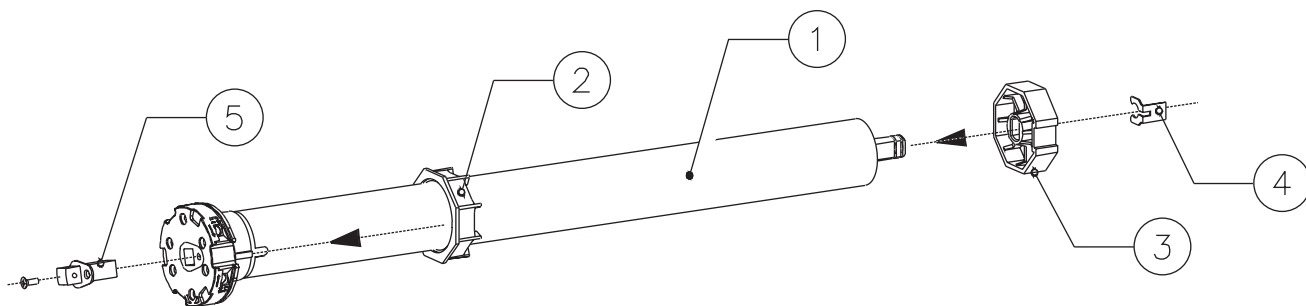
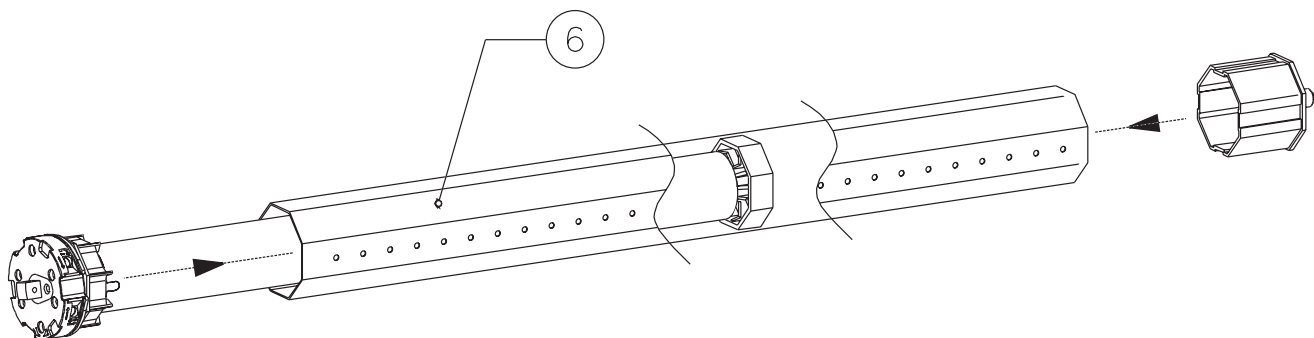
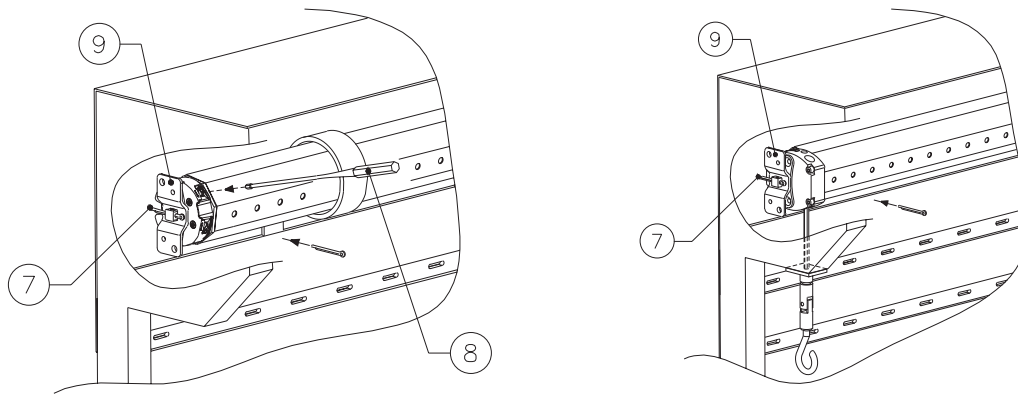
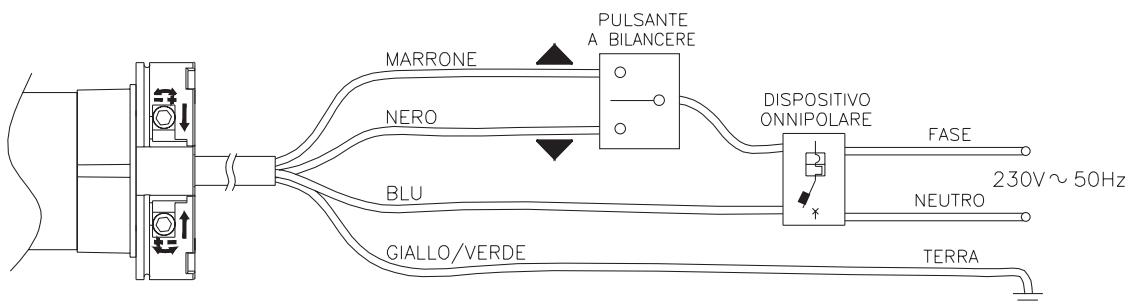

Fig.1
Fig.2
Fig.3
Fig.5
Facendo riferimento allo schema di montaggio, preparare il motoriduttore con la seguente sequenza di operazioni: **A**) Infilare la corona del fincorsa (2) sul motoriduttore (1) fino ad inserirsi nel corrispondente anello di fincorsa facendo combaciare le due scanalature; spingere fino alla battuta come indicato nella fig. 1. Inserire la puleggia di trascinamento (3) sull'albero del motore e bloccarla con relativo fermo (4). Applicare l'adattatore per staffa (5) sulla testa del fincorsa bloccando con le apposite vite date in dotazione. **B**) Introdurre il motoriduttore così assemblato nel tubo di avvolgimento (6) fino ad inserire anche l'estremità della corona (2), (vedi fig. 2). Fissare la puleggia di trascinamento (3) al tubo di avvolgimento (6) mediante una vite in modo tale da evitare possibili slittamenti e movimenti assiali del motore. **C**) Infine bloccare la testa del motoriduttore all'apposita staffa (9) mediante la copiglia (7) data in dotazione (fig.3). **D**) Prima di agganciare il telo al rullo eseguire il collegamento elettrico come mostrato in fig. 5. **E**) Premere il pulsante di salita o discesa per verificare la rotazione del rullo nel senso di avvolgimento e/o svolgimento del telo (in caso contrario invertire i cavi nero e marrone. A questo punto, premere il pulsante di discesa fino al completo arresto della rotazione del rullo. Agganciare il telo al rullo, e premere il pulsante di salita fino a quando il telo si ferma. Procedere ora con la regolazione dei fincorsa, attraverso l'apposito regolatore (8).
En référence au schéma de montage, préparer le motoréducteur en suivant ces instructions: **A**) Enfiler la couronne du fin-de-course (2) sur le motoréducteur (1) jusqu'à son insertion dans l'anneau de fin-de-course en faisant coïncider les deux rainures; pousser jusqu'à la feuillure, comme indiqué à la fig.1. Insérer la poulie d'entraînement (3) sur l'arbre du moteur et la bloquer avec un arrêt (4). Appliquer l'adaptateur pour support (5) sur la tête du fin-de-course en bloquant avec les vis fournies. **B**) Introduire le motoréducteur assemblé dans le tuyau d'enroulement (6) jusqu'à l'insertion de l'extrémité de la couronne (2), (cf. fig. 2). Fixer la poulie d'entraînement (3) au tuyau d'enroulement (6) à l'aide d'une vis afin d'éviter les éventuels glissements et les mouvements axiaux du moteur. **C**) Enfin, bloquer la tête du motoréducteur à la bride (9) à l'aide de la goupille (7) fournie (fig.3). **D**) Avant d'accrocher la toile au rouleau effectuer le branchement électrique comme indiqué à la fig. 5. **E**) Appuyer sur le bouton de remontée ou de descente afin de vérifier la rotation du rouleau dans le sens d'enroulement e/ou de déroulement de la toile (dans le cas contraire, inverser les câbles noir et marron). A ce niveau, appuyer sur le bouton de descente jusqu'à l'arrêt complet de la rotation du rouleau. Accrocher la toile au rouleau et appuyer sur le bouton de remontée jusqu'à l'arrêt de la toile. Procéder à présent au réglage des fin-de-course, à l'aide du régulateur (8).
Using the assembly diagram as your reference, prepare the gearmotor in the following operating sequence: **A**) Insert the rim of the limit switch (2) into the gearmotor (1) until it enters the corresponding run control ring and the two grooves engage. Push it up to the mechanical stop as indicated in figure 1. Place the driving pulley (3) onto the transmission shaft and block it with the corresponding retainers. (4). Fix the adaptor for the retaining bracket (5) onto the head of the limit switch with the screws provided. **B**) Introduce the gearmotor thus assembled into the winding spindle (6) until it inserts into the extremity of the rim (2), (see figure 2). Fix the driving pulley (3) to the winding spindle (6) by a screw to prevent the motor from sliding or moving axially. **C**) Finally block the head of the gearmotor onto the corresponding retaining bracket (9) using the splint pin (7) provided (figure 3). **D**) Before hooking awning to the winding spindle make the electric connections as illustrated in figure 5. **E**) Press the lifting and closing button to check that the winding spindle moves in the correct direction for winding and/or unwinding the awning (if the direction is incorrect invert the black and brown wires). At this point, press the closing button until the winding spindle stops. Attach the awning to the winding spindle and press the lifting button until the awning stops. Now regulate the limit switch, using the apposite adjustment (8).
Haciendo referencia al esquema de montaje, preparar el motorreductor en la siguiente secuencia de operaciones: **A**) Introducir la corona de final de recorrido (2) en el motorreductor (1) hasta colocarlo en el correspondiente anillo de final de recorrido haciendo coincidir las dos ranuras; empujar hasta el tope como se indica en la fig. 1. Introducir la polea de arrastre (3) en el arbol del motor y bloquearla con su correspondiente cierre (4). Aplicar el adaptador para abrazadera (5) en la extremidad del final de recorrido bloqueándolo con los tornillos que se incluyen. **B**) Introducir el motorreductor montado de esta forma en el tubo de recogida (6) hasta introducir también las extremidades de la corona (2), (ver fig. 2.) Fijar la polea de arrastre (3) al tubo de recogida (6) con un tornillo, de forma que se eviten posibles deslices y movimientos axiales del motor. **C**) Al final bloquear la extremidad del motorreductor en la abrazadera (9) mediante la chaveta (7) que se entrega (fig.3). **D**) Antes de enganchar la tela al rodillo realizar la conexión eléctrica como se muestra en la fig. 5. **E**) Presionar el pulsador de subida y bajada para comprobar la rotación del rodillo en la recogida y/o como se desenrolla la tela (en caso contrario invertir los cables negro y marrón) A este punto, presionar el pulsador de bajada hasta la completa parada de la rotación del rodillo. Enganchar la tela al rodillo y presionar el pulsador de subida hasta que se pare la tela. Proceder entonces con la regulación del final de recorrido a través del reglador (8).
Unter Hinweis auf das Montageschema sind die Rohmotor mit der nachstehenden Aufeinanderfolge von Operationen vorzubereiten: **A**) Den Endanschlagkranz (2) auf den Rohmotor (1) stecken, bis er in den entsprechenden Endanschlagring eingefügt ist, wobei die zwei Rillen auf einander passen müssen; bis zum Anschlag drücken, wie in Abb. 1 gezeigt. Die Mitnehmscheibe (3) auf der Motorwelle einfügen und mit der entsprechenden Befestigung blockieren (4). Den Adapter für den Bügel (5) auf dem Kopf des Endanschlags applizieren und mit den eigens beigelegten Schrauben blockieren. **B**) Den auf diese Weise montierten Motor in das Aufwicklungsrohr (6) einfügen, bis auch die Extremitäten des Kranzes (2) eingefügt sind. (Siehe Abb. 2). Die Mitnehmscheibe (3) auf dem Aufwicklungsrohr (6) mittels einer Schraube derart befestigen, dass eventuelle Rutschbewegungen oder axiale Bewegungen des Motors vermieden werden. **C**) Schließlich den Kopf des Motors auf dem eigens vorgesehenen Bügel (9) mittels des beigelegten Splints (7) blockieren (Abb. 3). **D**) Vor der Befestigung der Markise an der Rolle ist die elektrische Verbindung wie auf Abb. 5 gezeigt herzustellen. **E**) Die Taste für das Heben und Senken drücken, um die Rotation der Rolle im Aufwicklungs- und/oder Abwicklungsinn der Markise zu prüfen (im gegenteiligen Fall ist das schwarze und das braune Kabel umzukehren). An diesem Punkt die Taste für das Senken bis zum völligen Stillstand der Rotation der Rolle drücken. Die Markise an die Rolle anhängen und die Hebetaste solange drücken, bis die Markise anhält. Den Endanschlag mit Hilfe des geeigneten Reglers einstellen (8).
Consultando o esquema de montagem, preparar o motorreductor com a seguinte sequência de operações: **A**) Enfiar a coroa do fim-de-percurso (2) no motorreductor (1) até que se introduza no anel de fim-de-percurso correspondente fazendo juntar as duas ranhuras, empurrar até que se assente como está indicado na fig. 1. Introduzir a roldana de arrematamento (3) no eixo do motor e bloqueá-la como stop relativo (4). Aplicar o adaptador para suporte (5) no cabeçote do fim-de-percurso bloqueando com os parafusos apropriados fornecidos. **B**) Introduzir o motorreductor montado desta maneira no tubo de enrolamento (6) até que a extremidade da coroa se fique introduzida também (2), (veja fig. 2). Fixar a roldana de arrematamento (3) no tubo de enrolamento (6) mediante um parafuso de tal maneira que evite possíveis escorregadelas e movimentos axiais do motor. **C**) Por fim bloquear o cabeçote do motorreductor no suporte apropriado (9) mediante o perno (7) fornecido (fig. 3). **D**) Antes de enganchar o toldo ao rolo realizar a conexão elétrica como está mostrado na fig. 5. **E**) Pressionar o botão de subida ou de descida para verificar a rotação do rolo no sentido de enrolamento e/ou desenrolamento do toldo (caso contrário inverti os cabos preto e marrom). A esta altura, pressionar o botão de descida até que a rotação do rolo pare completamente. Enganchar o toldo ao rolo, e pressionar o botão de subida até que o toldo pare. A partir de então continuar fazendo a regulação do fim-de-percurso, por meio do regulador apropriado (8).